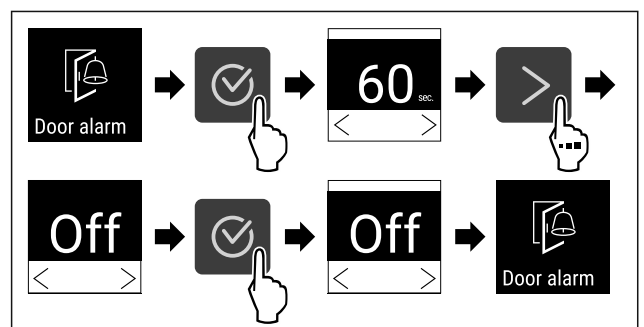

Fig. 107
- ▶ Atlikite veiksmus (žr. Fig. 107).